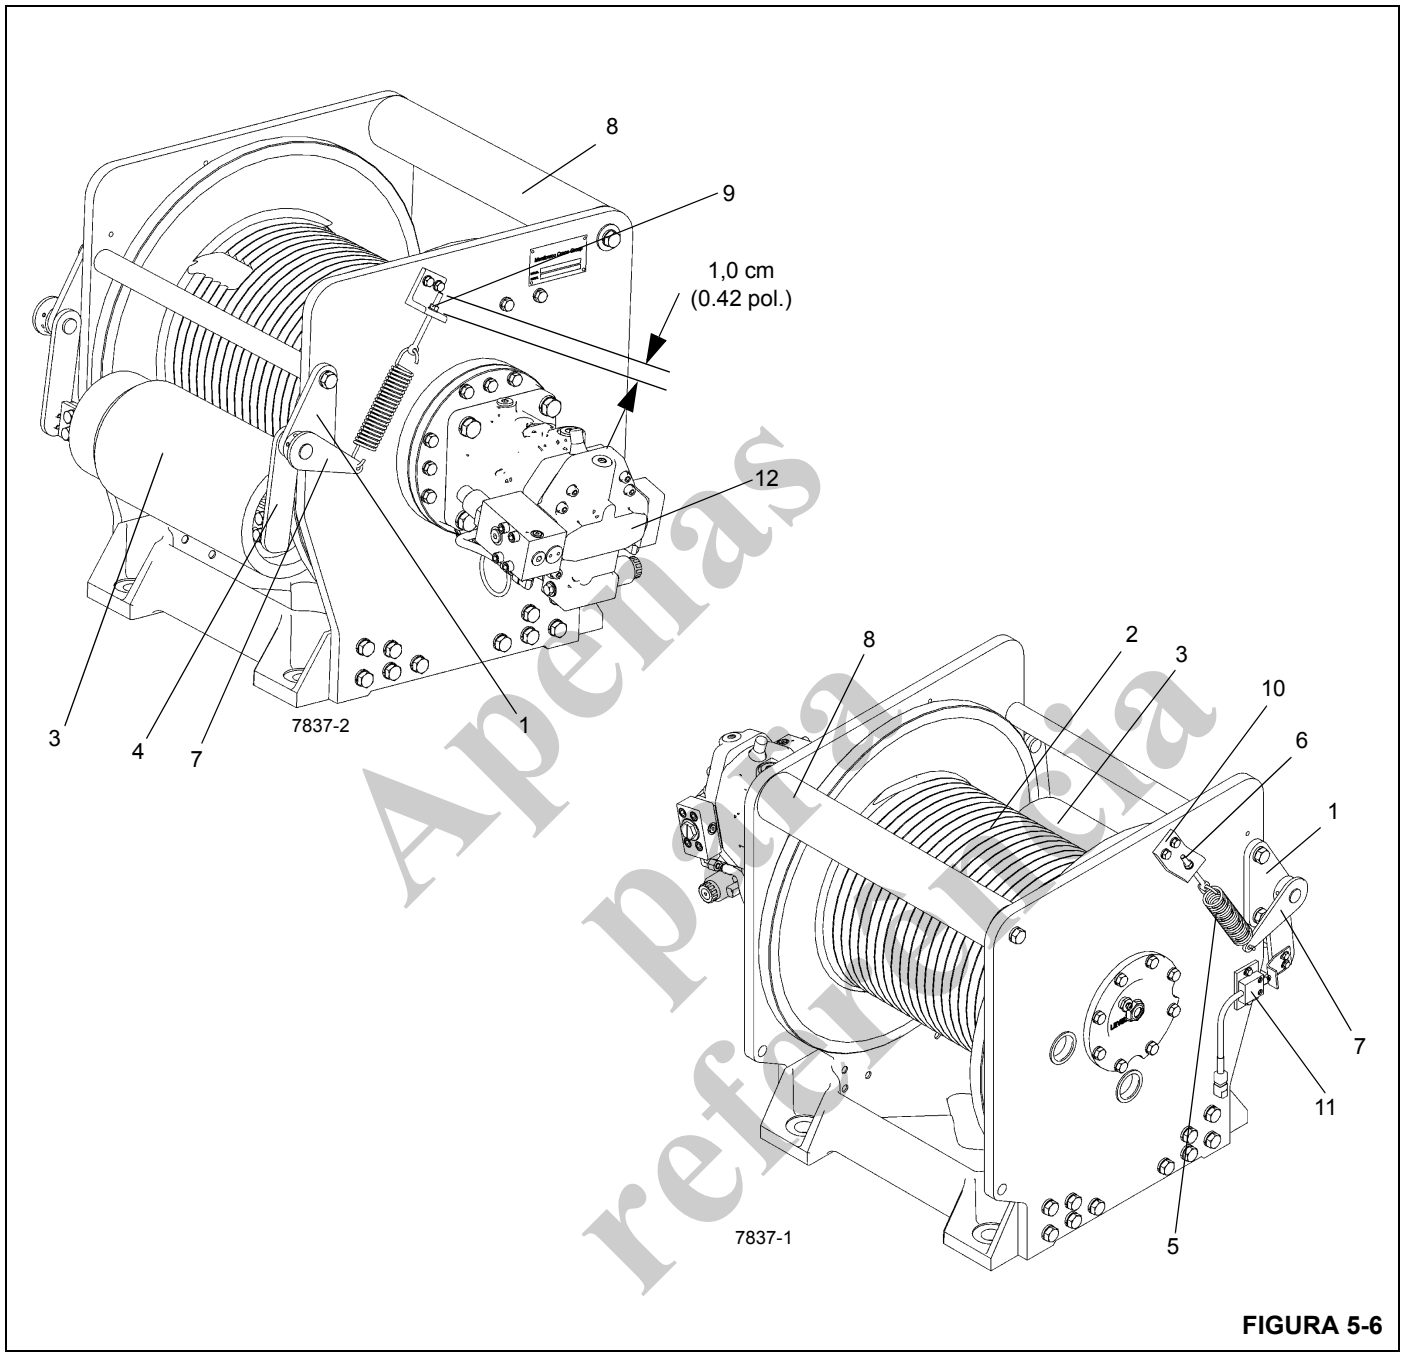

FIGURA 5-6
Os guinchos principal e auxiliar são ambos equipados com um tambor-guia (Figura 5-6) no lado frontal do guincho. O tambor-guia do guincho principal é usado para evitar o contato do cabo do guincho com a lança. Quando o guindaste também está equipado com um guincho auxiliar, o tambor-guia no guincho auxiliar é usado para evitar o contato do cabo do guincho com o guincho principal. O seguidor de cabo é montado na parte dianteira de seu respectivo guincho. O seguidor de cabo aplica uma pressão de mola descendente no cabo no tambor do guincho, para assegurar que o cabo será uniformemente enrolado nesse tambor e também evitar que o cabo salte sob condições anormais.
1. Remova o parafuso e a tampa da extremidade do lado direito da roda-guia Figura 5-6.
1. Afrouxe as porcas de ajuste e remova a mola de tensão e a haste de ajuste dos dois lados do guincho Figura 5-6.